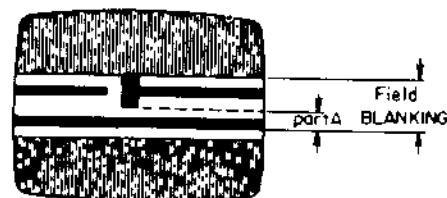

Fig. 13
8. SUB BRIGHTNESS ALIGNMENT,Fig. 13